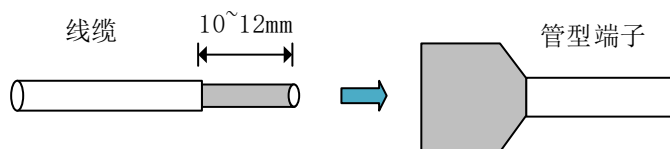

图6.11 管型端子
- 1 剥除电缆绝缘层，露铜部分长10~12mm，将线缆穿入线号套管，如图6.11所示；